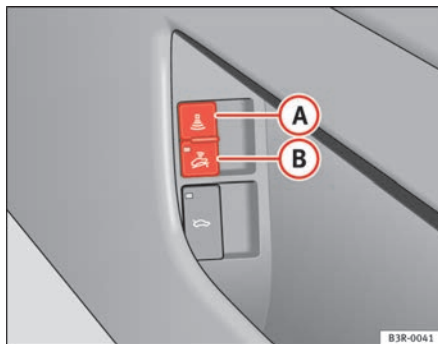

Fig. 77 Tasto del controllo dell'abitacolo
- Aprire lo sportello e tirare l'interruttore **A** con il simbolo  a lato del vano portaoggetti nella porta del conducente ⇒ **fig. 77**.
- Aprire lo sportello e tirare l'interruttore **B** con il simbolo  a lato del vano portaoggetti nella porta del conducente ⇒ **fig. 77**.